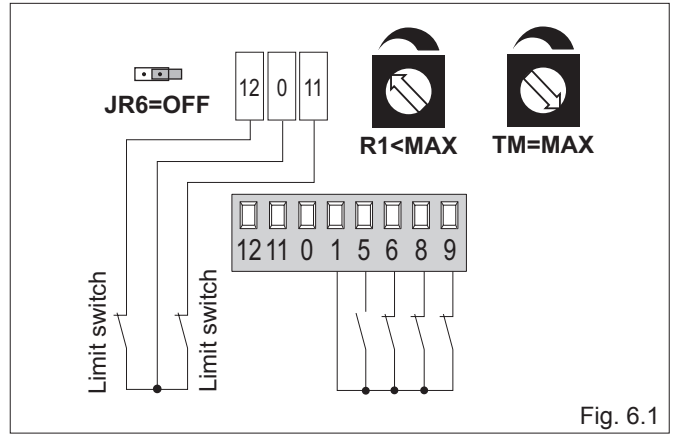

Fig. 6.1
- (Fig. 6.1) conectar los contactos N.C. de los finales de carrera de apertura y cierre a los conectores fastons 12-0-11;